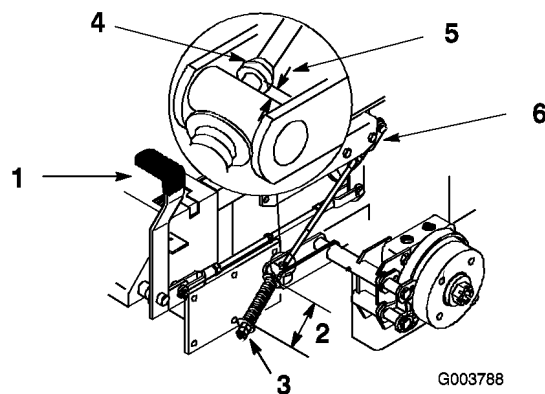

Figure 46
Les rondelles doivent être espacées de 70 mm (Figure 46).
3. Si un réglage est requis, desserrez l'écrou de blocage situé sous le ressort et serrez l'écrou directement au-dessous de la chape (Figure 46). Modifiez le serrage de l'écrou jusqu'à ce que le ressort ait la longueur voulue. Serrez les deux écrous ensemble et répétez la procédure de l'autre côté de la machine.
Elle doit être comprise entre 5 et 7 mm (Figure 46).
7. Si un réglage est requis, desserrez l'écrou de blocage situé juste au-dessous de la chape. Tournez la tige inférieure jusqu'à obtention de l'écart voulu (Figure 46). Serrez l'écrou de blocage à la chape.